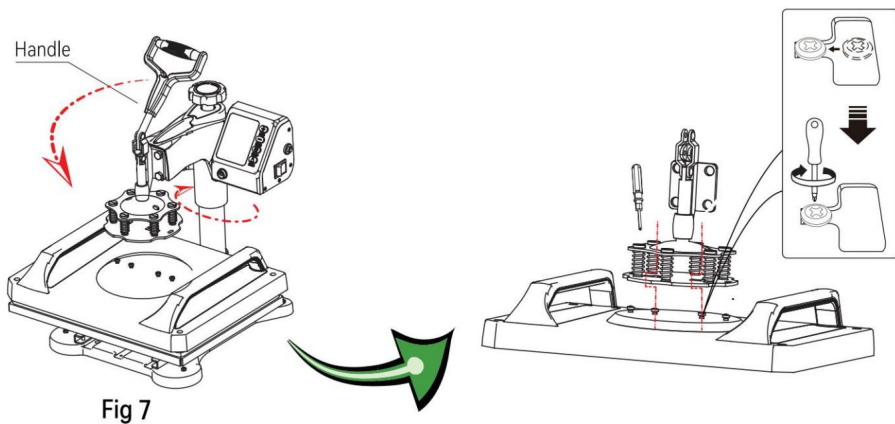

Fig 7
7. Ruotare la testa nella posizione originale e premere delicatamente verso il basso la maniglia in modo che il tappo a tazza della vite a testa tonda sopra la piastra di pressione scatti nella fessura e quindi bloccarlo in posizione con un cacciavite (come mostrato in fig. 7)